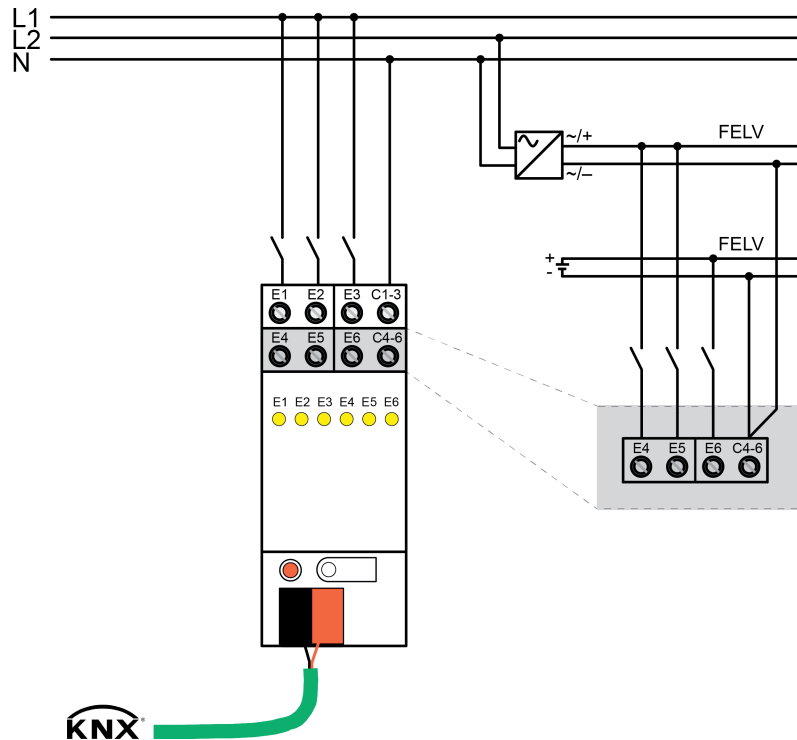

Bild 4: Gemeinsamer Anschluss von Netz- und Kleinspannungs-Stromkreisen
- Stromkreise gemäß Anschlussbeispiel (Bild 4) anschließen.